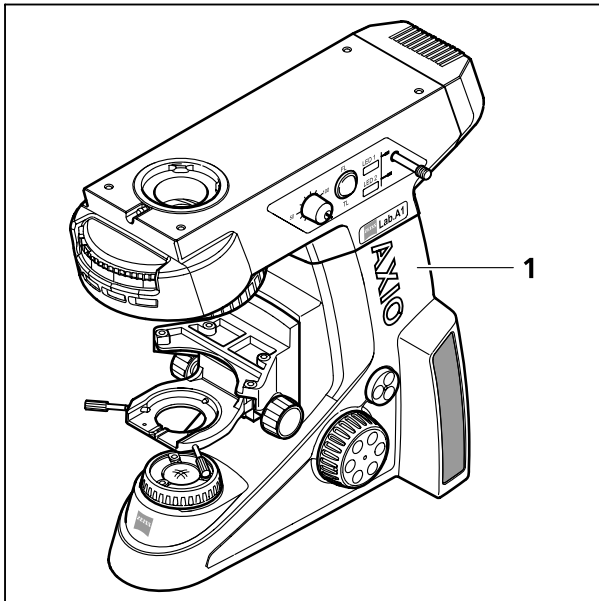

Bild 3-1 Mikroskop aufstellen
- Mikroskopstativ (Bild 3-1/1) auf einer schwingungsfreien, ebenen, harten und nicht brennbaren Unterlage aufstellen.